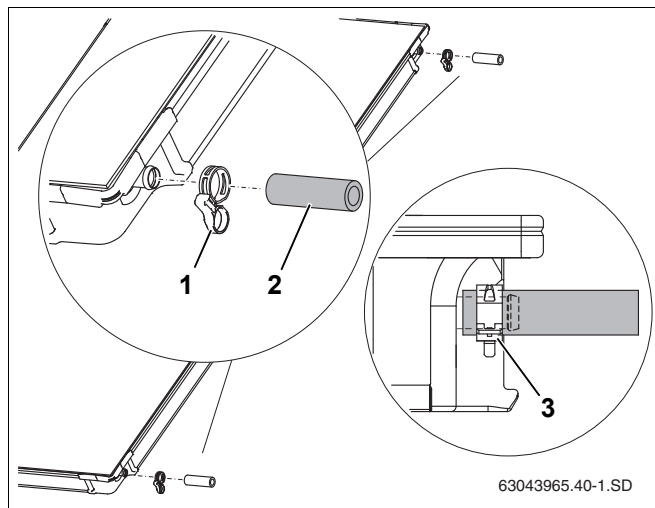

Рис. 20 Предварительный монтаж соединительного комплекта
- ▶ Наденьте шланги 95 мм (рис. 20, поз. 2) на правые штуцеры второго и всех последующих коллекторов.
- ▶ Наденьте пружинные хомуты (рис. 20, поз. 1) на шланг солнечного коллектора (второй хомут будет потом фиксировать подключение другого коллектора).
- ▶ Если пружинный хомут установлен правильно, то нужно потянуть фиксирующее кольцо для фиксации соединения (рис. 20, поз. 3).